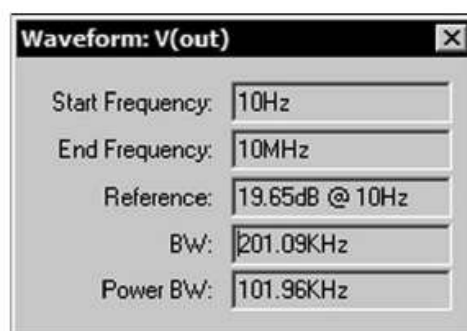

Figure 8.28
- Pour une ***simulation AC***, figure 8.28.